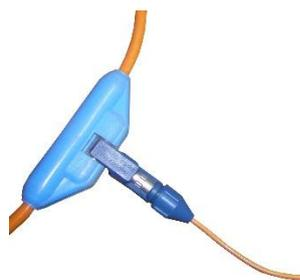

Рис. 6. Крепление Отводов к косе
- Подключите кабели электродные (в дальнейшем Отводы) к косе (рис. 6.).